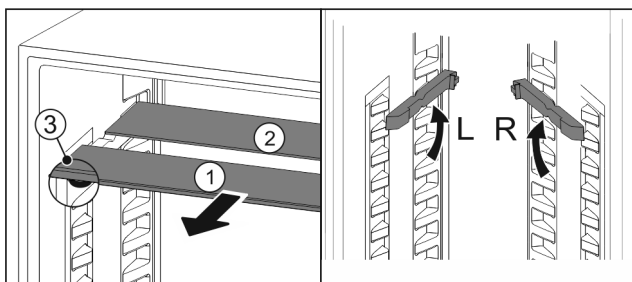

Fig. 98
- ▶ Skleněné desky jednotlivě vytáhněte dopředu Fig. 98 (1).
- ▶ Skleněná deska Fig. 98 (1) s ozdobnou lištou leží vpředu.
- ▶ Zárážky Fig. 98 (3) směřují dolů.